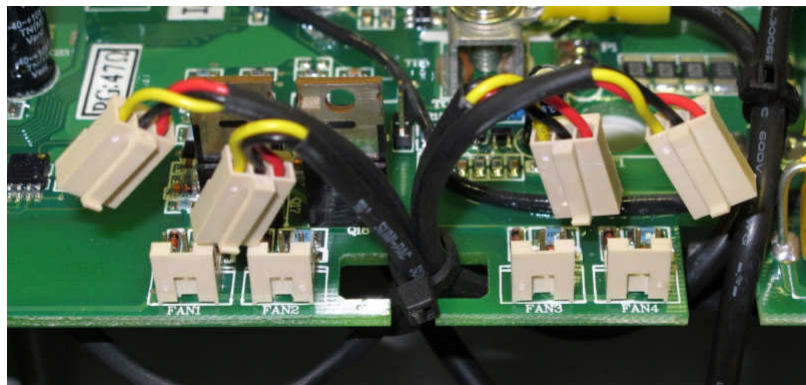
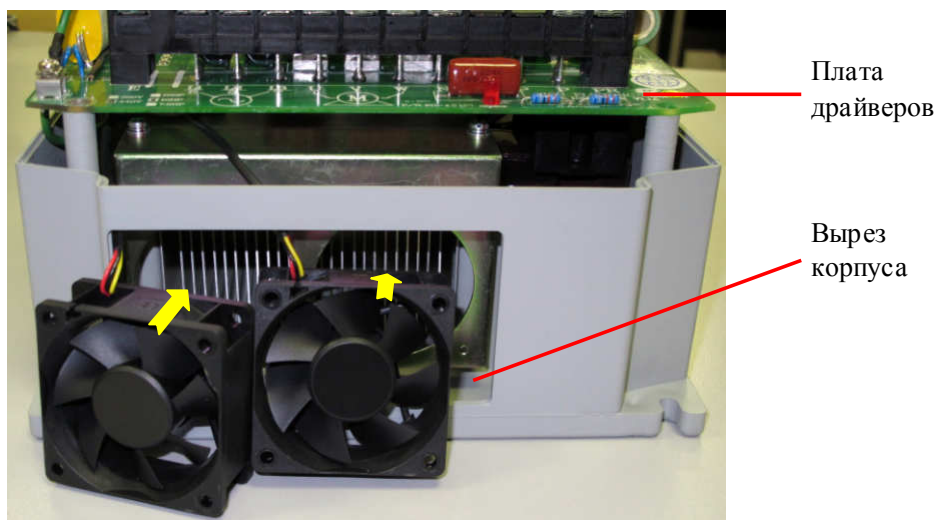

Рис. 7.12
Рис. 7.13
7.5.2. Для установки верхнего вентилятора расположить его маркировочной этикеткой от ПЧ (стрелка на корпусе вентилятора, показывающая направление воздушного потока, должна быть направлена от ПЧ и совпадать по направлению со стрелкой на рис. 7.11). Продеть провод в вырез корпуса и протянуть его под платой драйверов, одновременно направляя вентилятор в отверстие корпуса (рис. 7.11). Разъем вентилятора подключить к разъему FAN1 или FAN2 плате драйверов (рис. 7.12). Разъемы FAN1 и FAN2 функционально равнозначны.
- 7.5.5. Для установки нижнего вентилятора расположить его маркировочной этикеткой в сторону ПЧ (стрелка на корпусе вентилятора, показывающая направление воздушного потока, должна быть направлена в сторону ПЧ и совпадать по направлению со стрелкой на рис. 7.13). Продеть провод в вырез корпуса и протянуть его под платой драйверов, одновременно направляя вентилятор в отверстие корпуса (рис. 7.13). Разъем вентилятора подключить к разъему FAN3 или FAN4 плате драйверов (рис. 7.12). Разъемы FAN3 и FAN4 функционально равнозначны.